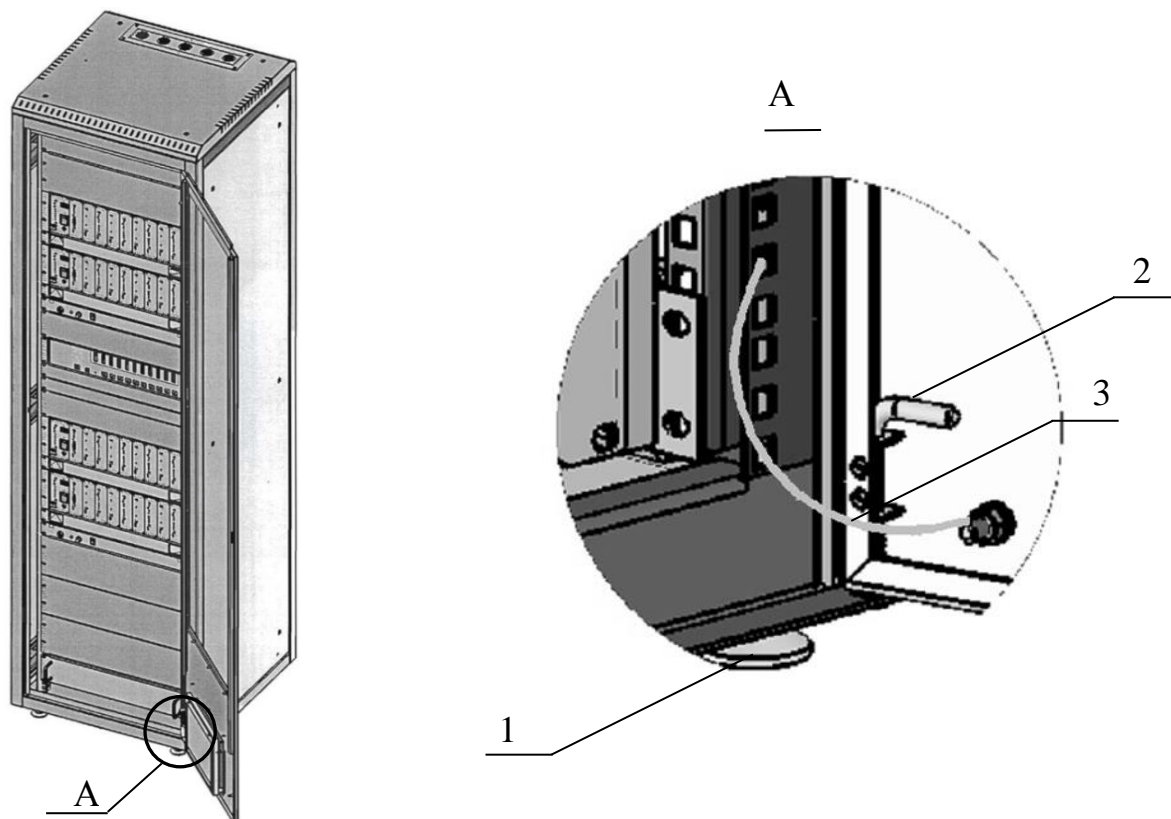

Рисунок 2
4.2.2 Установить СКУ.МДЕ в соответствии с требованиями п. 3.4.2 настоящей ИМ. Добиться вертикального и устойчивого положения СКУ.МДЕ вращением регулировочных ножек, расположенных в нижней части каркаса (поз. 1, рисунок 2).
С помощью подпружиненных осей, установленных на дверях (поз. 2, рисунок 2), произвести установку передней и задней дверей СКУ.МДЕ и подключить кабель защитного заземления (поз. 3, рисунок 2).